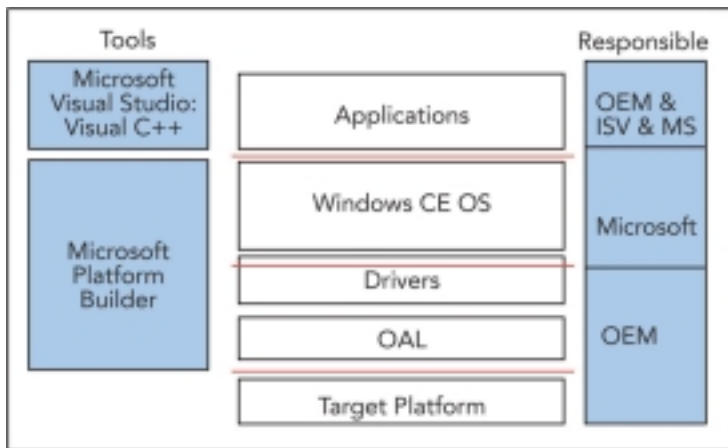

Figure 2. Structure simplifiée de Windows CE.
On trouve, en figure 2, les principales composantes logicielles d'un système Windows CE. Les pivots d'un portage logiciel sont l'OAL (OEM Adaptation Layer) et la couche de DD (Device Driver), ces 2 couches assurant l'interface entre le système d'exploitation (OS) Windows CE et la cible. L'OAL est responsable de tâches importantes telles qu'initialisation du matériel, interruption, gestion horloge et consommation, fonctions d'entrées/sorties pour le débogage et procédure de démarrage. Dans le cas du Webphone il nous faut des DD pour les LCD, les panneaux tactiles, les claviers, les interfaces RS-232 et des fonctions telles que détection de l'identité de l'appelant (*Caller ID*), enregistrement vocal et lecture d'un message réponse (*answerphone*).